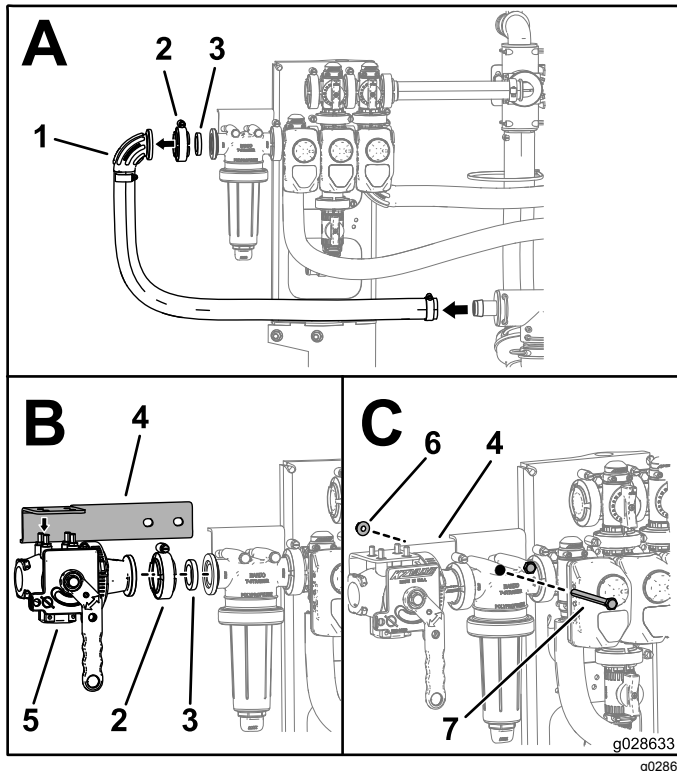

Figura 21
1. Retire el codo, la abrazadera con bridas, la junta, el codo y la manguera de entrada del cabezal del filtro de presión (cuadro A de Figura 21).
2. Coloque el soporte de la válvula sobre la válvula del eyector, como se muestra en el cuadro B de Figura 21.
3. Instale la válvula del eyector usando la junta y la abrazadera con bridas que desmontó en el paso 1; consulte el cuadro B de Figura 21.
4. Sujete el soporte al conjunto de válvula de brazo usando los pernos y tuercas que están instaladas actualmente en el filtro de presión; consulte el cuadro C de Figura 21.